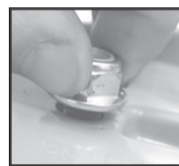
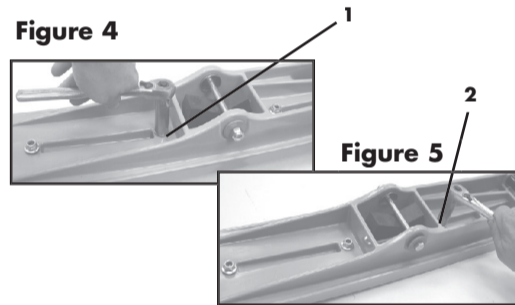

Figure 3
Figure 4
2. Serrez les écrous à la main sur tous les boulons. (figure 3) À l'aide d'une clé à cliquet, serrez les écrous à partir du boulon central en pratiquant un couple de serrage uniforme à mesure que la lisse se fixe au ski. (figures 4 à 6)